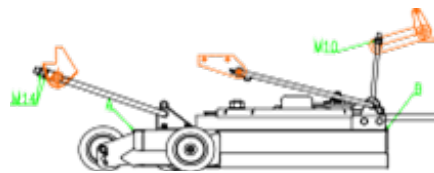

FIG.7
- Siehe ABB. 7. Position A befindet sich in der Mitte der Vorderseite des Mähers. Position B befindet sich hinter dem Mähwerk auf jeder Seite.